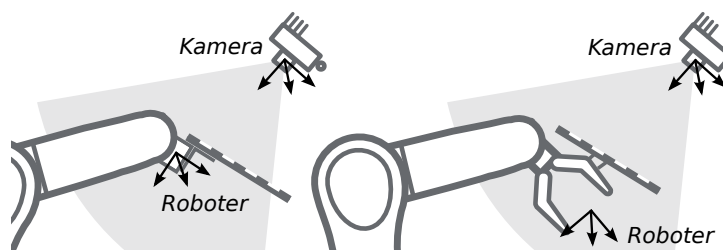

Abb. 6.19: Alternative Montageoptionen für die Befestigung des Kalibrierusters am Roboter
**Kalibrierung einer statisch montierten Kamera** In Anwendungsfällen, bei denen die Kamera statisch verglichen zum Roboter montiert wird, muss das Kalibrieremuster, wie im Beispiel in Abb. 6.18 und Abb. 6.19 angegeben, angebracht werden.
**Bemerkung:** Für das Modul zur Hand-Auge-Kalibrierung spielt es keine Rolle, wie das Kalibrieremuster in Bezug auf das benutzerdefinierte *Roboter*-Koordinatensystem genau angebracht und positioniert wird. Das bedeutet, dass die relative Positionierung des Kalibrieremusters zu diesem Koordinatensystem weder bekannt sein muss, noch für die Kalibrierroutine relevant ist (siehe in Abb. 6.19).